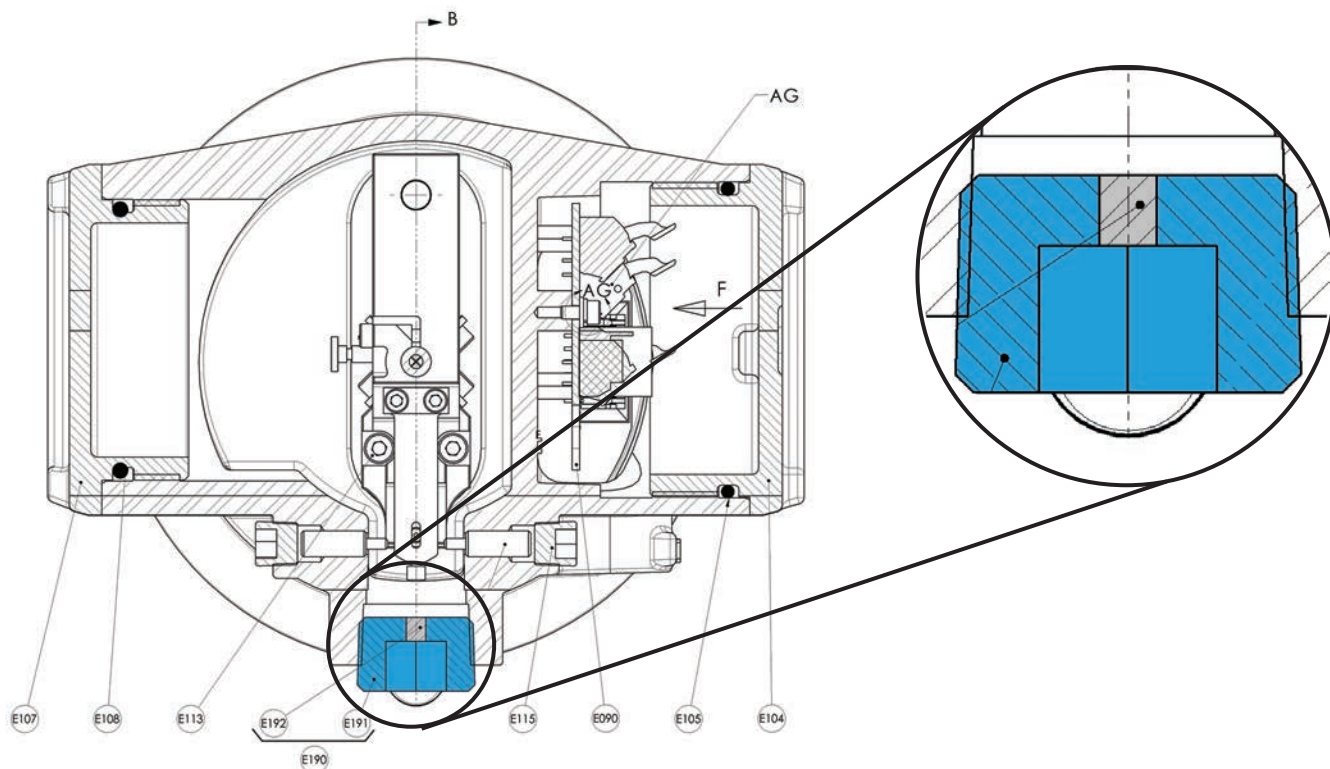

Рис. 12. 12400 DLT Вид корпуса в поперечном сечении сзади
В расположенном в задней части корпуса отсеке механизма (рис. 12 и 13) (прибор обращен лицевой стороной к оператору) справа выполнено отверстие с резьбовой крышкой (107) и прокладкой (108). Второе отверстие, расположенное внизу, закрыто специальной синей предохранительной заглушкой 3/4" NPT (190). Она обеспечивает доступ к регулировочной пластине (59), которая является частью балансира.
- Особое внимание следует обратить на синюю заглушку (190), в составе которой имеется сжимаемая прокладка (192). Это устройство представляет собой предохранительный клапан для предотвращения создания избыточного давления внутри корпуса из-за утечки из торсионной трубки и для защиты корпуса от попадания пыли и воды.
- Поместите синюю заглушку (190) в безопасное и чистое место при снятии для технического обслуживания или калибровки.
- Обратите внимание, что ее необходимо прикрутить к корпусу 12400 с правильным заходом резьбы, как показано на рис. 12, что означает по меньшей мере 3 оборота после зацепления внутри трубопровода.
- Для некоторых процессов с использованием опасной жидкости или газа вместо пробки (190) может быть установлена трубка для предотвращения утечки из торсионной трубки наружу. Эта система НЕ должна повышать давление внутри корпуса 12400 выше 0,5 бар.